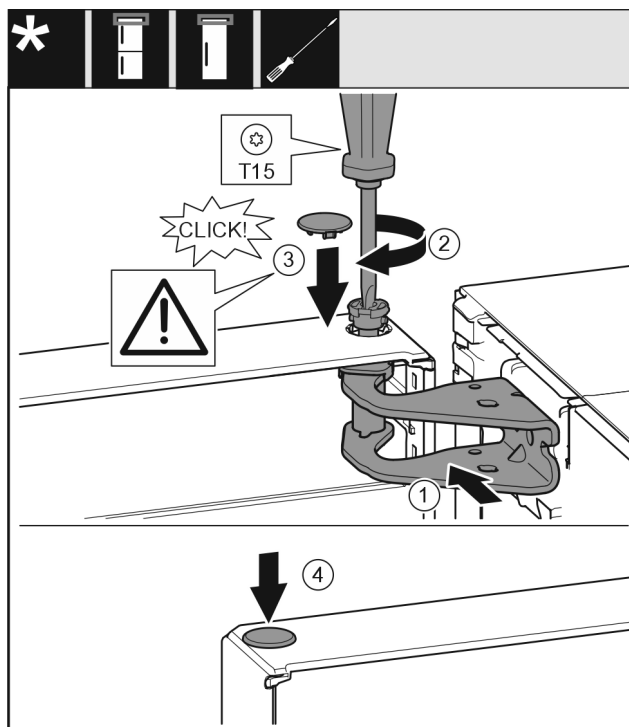

Fig. 56
- Vrata zgoraj poravnajte z odprtino v ležajnem podstavku Fig. 56 (1).
- Vstavite sornik Fig. 56 (2) in ga zategnite z izvijačem.
- Vstavite pokrov Fig. 56 (3).
- Preverite, ali pokrov Fig. 56 (3) pravilno leži na vratih.
- Vstavite pokrov Fig. 56 (4).